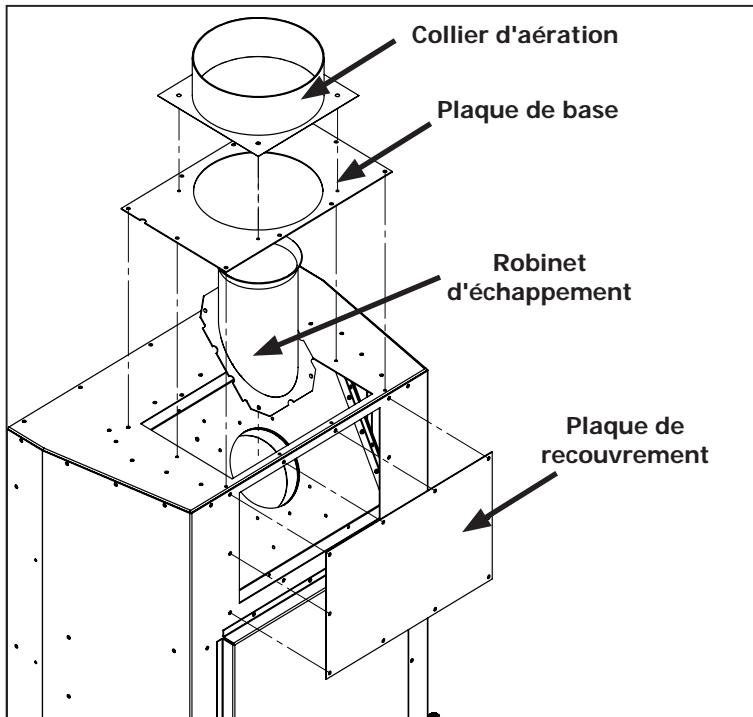

Figure 24: Conversion de ventilation – Étape 1
**Étape 1 :** À l'aide d'un tournevis T20, retirez le collier d'aération, la plaque de base, la plaque de recouvrement et le robinet d'échappement (28 vis au total) comme indiqué sur la figure 24.